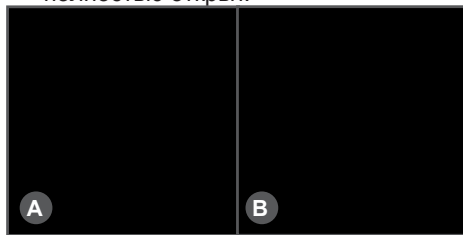

Рис. 8 Кран подачи воды
1. Убедитесь, кран подачи воды закрыт (Рис. 8). На Рис. 8А кран подачи воды закрыт. На Рис. 8В кран подачи воды полностью открыт.